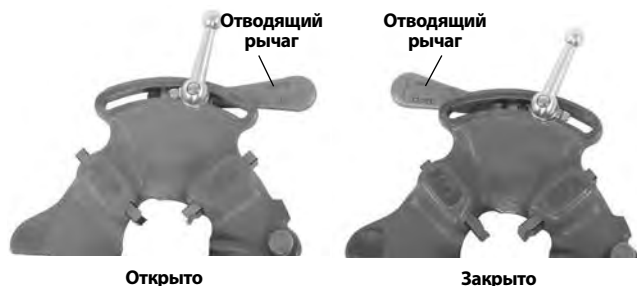

Рис. 7 – Рычаг в открытом/закртыо положении
2. Переместите отводящий рычаг в положение ОТКРЫТ (Рис. 7).